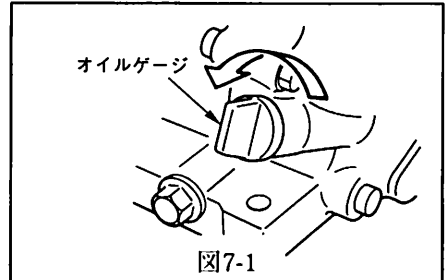

図7-1
- エンジンの始動前にオイルゲージを反時計方向に回して外し、一度ウエスで拭いた後、ゲージをねじ込まずに差し込んで点検してください。(図7-1参照)